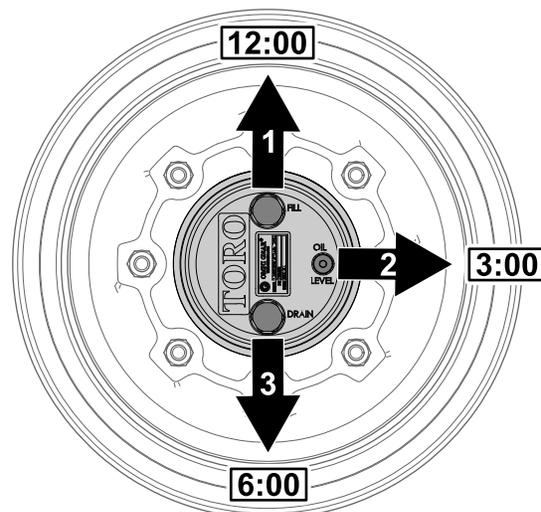

Рисунок 58
заливного отверстия находилась в положении «12 часов», пробка контрольного отверстия – в положении «3 часа», а пробка сливного отверстия – в положении «6 часов» (Рисунок 58).
2. Снимите пробку контрольного отверстия, расположенную в положении «3 часа» (Рисунок 58).
1. Припаркуйте машину на ровной поверхности, расположите колесо так, чтобы пробка заливного отверстия находилась в положении «12 часов», пробка контрольного отверстия – в положении «3 часа», а пробка сливного отверстия – в положении «6 часов»; см. Рисунок 58 в разделе Проверка масла в планетарном редукторе \(страница 61\).